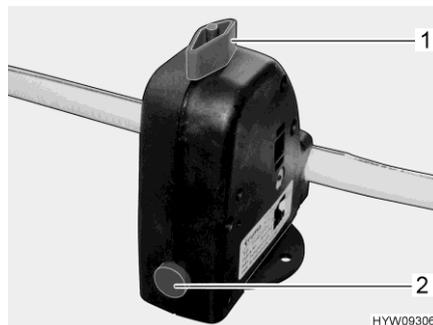

Fig. 156 Válvula de seguridad/purga (caldera)
La caldera está equipada con una válvula de seguridad/purga (Fig. 156). La válvula de seguridad/purga evita que el agua de la caldera se congele cuando no esté conectada la calefacción en caso de helada.
- Cerrar la válvula de seguridad/purga. Para ello, girar el botón giratorio (Fig. 156,1) a la posición transversal en referencia a la válvula de seguridad/purga y hundir el botón (Fig. 156,2).
- Abrir la válvula de seguridad/purga. Para ello, girar el botón giratorio (Fig. 156,1) a la posición longitudinal en referencia a la válvula de seguridad/purga. El botón (Fig. 156,2) salta hacia fuera. La caldera se vacía hacia fuera a través de la válvula de seguridad/purga.